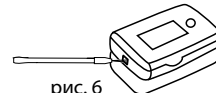
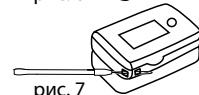

рис. 6
рис. 7
1. Проденьте более тонкий конец шнура через отверстие для шнура (рис. 6 для MD300C21C, рис. 7 для MD300C33).